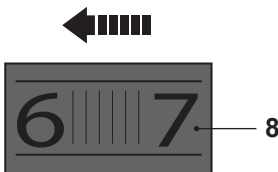

Fig. 13
- > Limite la velocidad máxima utilizando el selector de velocidad (8).
- > Desplace el selector de velocidad (8) hacia la izquierda (visto desde la posición del operador) para incrementar la velocidad máxima (Fig. 13). Un ajuste mayor es adecuado cuando se lija con bandas de grano fino para conseguir un acabado fino.